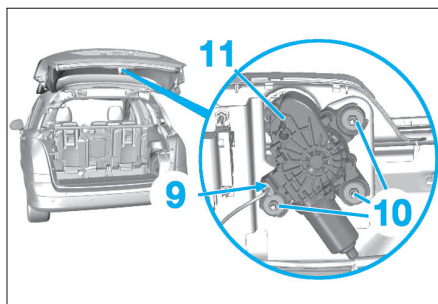

Fig. 143
- Débrancher le connecteur (11) (Fig.143).
- Déposer les vis (10) puis extraire le mécanisme (11).